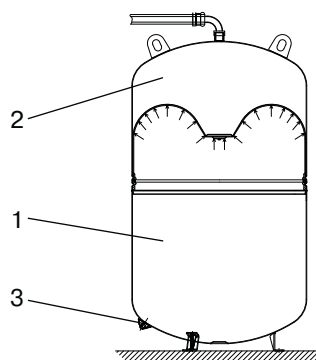

Рис. 1
Объем воды в системе: V _{сист.} = 1200 л	Коэффициент расширения (определяем по рис.1) K _{расш.} = 2,9 %
Первая камера — «воздушная» (1, рис. 1), заполненная газом (обычно азотом), вторая — «водная» (2), куда поступает теплоноситель из системы. Ниппель (3), установленный на расширительном баке, регулирует давление воздуха в воздушной камере.